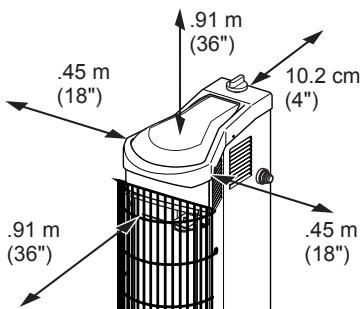

Figura 1. Distancias mínimas en relación a los combustibles
4. La distancia mínima entre el calentador y los combustibles: parte posterior: 10,2 cm (4 pulgadas); laterales: 45,7 cm (18 pulgadas); partes superior y anterior: 91,4 cm (36 pulgadas), (consulte la figura 1).